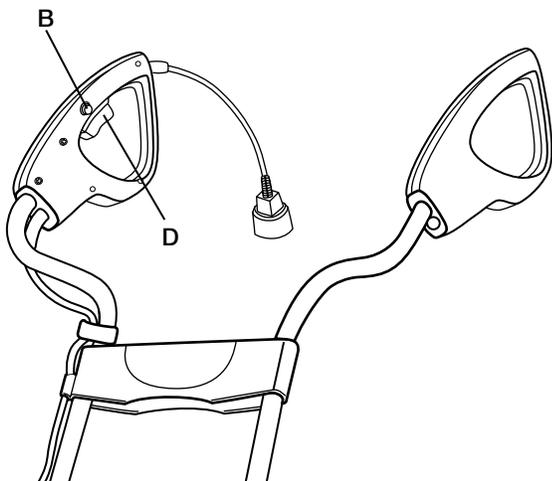

Figura 6
1. ENCIENDA el artefacto presionando el botón de seguridad (B) (ver figura 6) y apretando el interruptor de encendido (C) (ver figura 6). Suelte el botón de seguridad (B) (ver figura 6).
2. Después de completar el trabajo, suelte el interruptor de encendido (C) (ver figura 6) para APAGAR el artefacto.